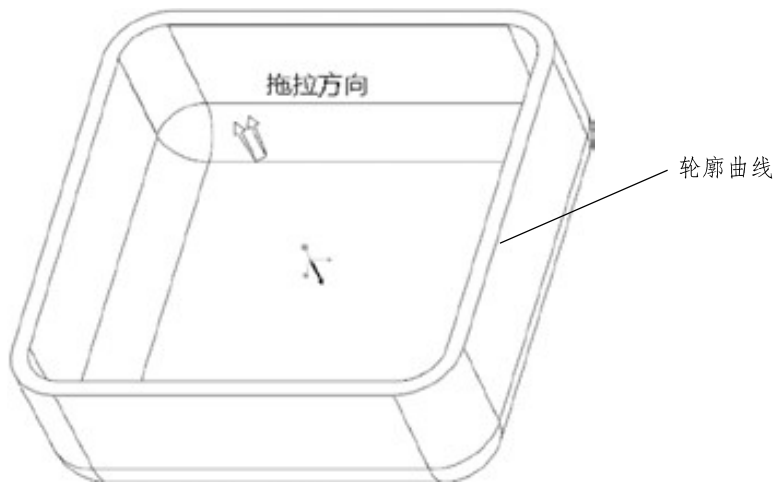
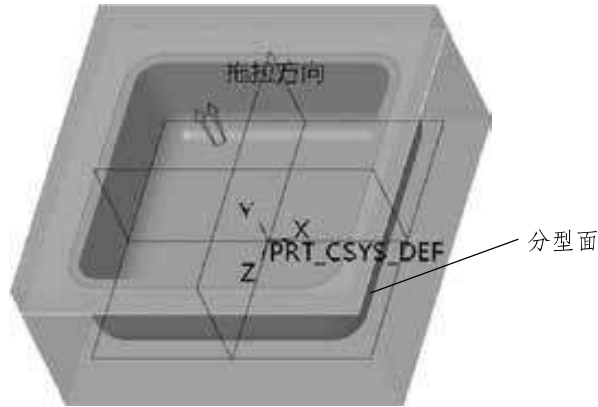

图1-33 创建轮廓曲面
图1-38 创建分型面
单击“轮廓曲线”按钮, 再在“轮廓曲线”操控板中单击, 自动在参考模型的口部创建轮廓曲线, 如图 1-33 所示。
Step 05 依次在产品图上选择图1-33所创建的轮廓曲线，创建分型面，如图1-38所示。